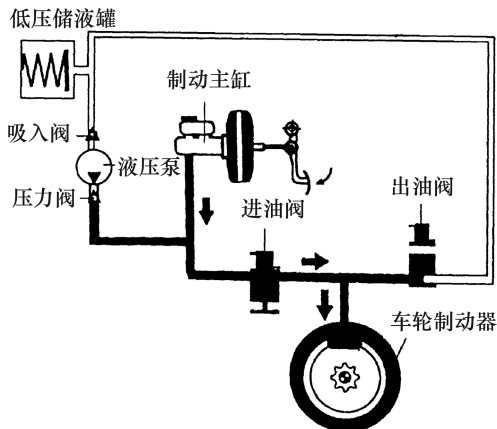

图 1-6 系统油压的建立
1) 开始制动阶段(系统油压建立)。开始制动时，驾驶员踩制动踏板，制动压力由制动主缸产生，经常开的不带电压的进油阀作用到车轮制动轮缸上；此时，不带电压的出油阀依然关闭，ABS 系统没有参与控制，整个过程和常规液压制动系统相同，制动压力不断上升，如图 1-6 所示。